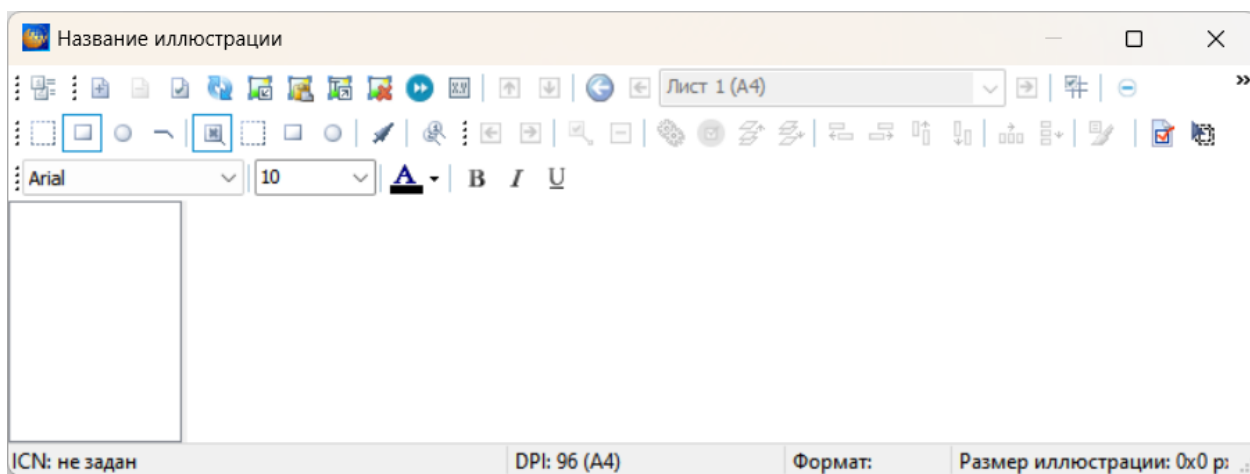

Рисунок 579
3) Нажмите на кнопку **Применить**. При этом откроется окно для создания и редактирования иллюстраций с названием иллюстрации (рисунок 579).